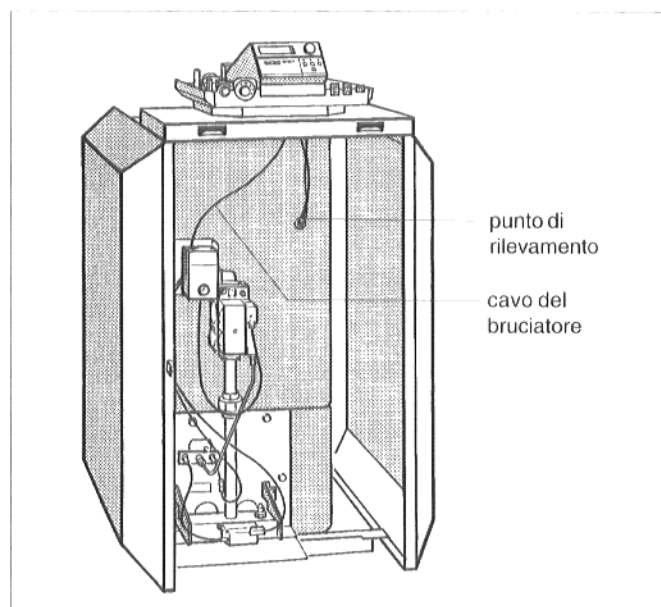

Fig. 16: Parte anteriore della caldaia
- Posare sotto il coperchio anteriore della caldaia i capillari delle sonde temperatura e, in caso di regolazione "Ecomatic", anche la condotta per la sonda della temperatura dell'acqua nella caldaia, portandoli in avanti al punto di misurazione. Srotolare soltanto la lunghezza necessaria (Fig. 16).
- Posare i cavi del bruciatore e, nel caso di G 124 XV anche la tubazione di collegamento della pompa, sotto il coperchio anteriore della caldaia e portarli verso la parte posteriore all'attacco dell'apparecchio di regolazione (Fig. 16).